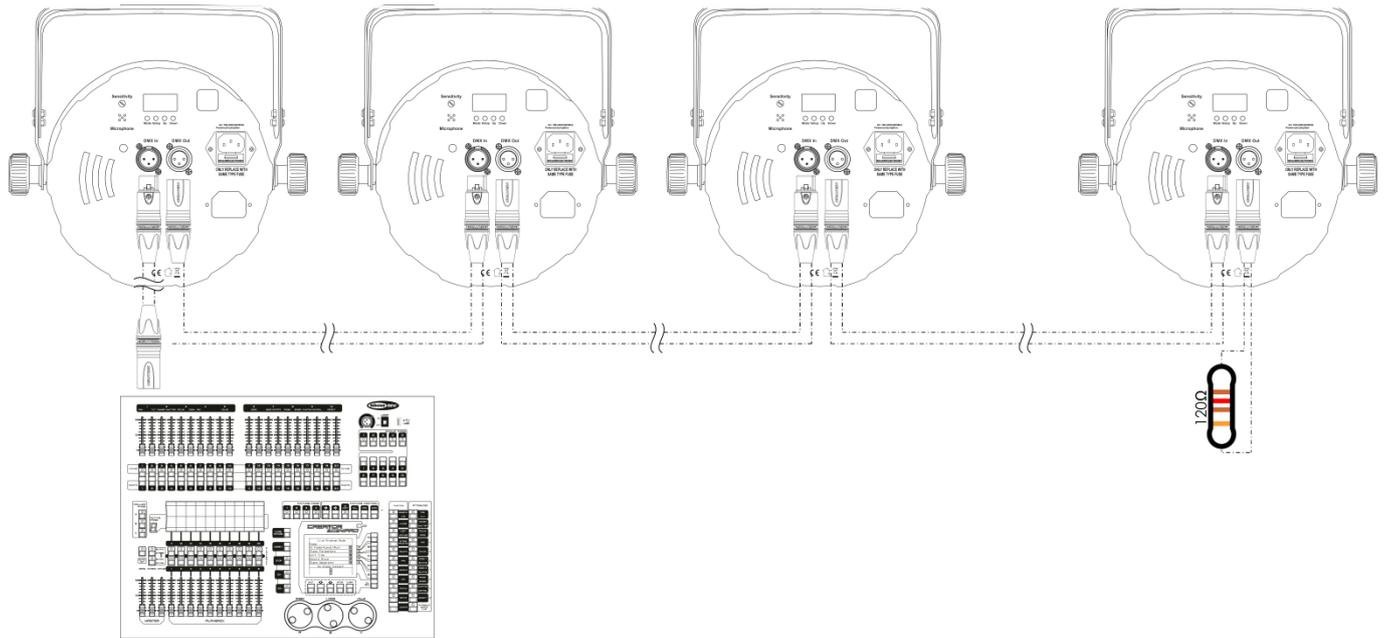

Abb. 03
- 04) Verbinden Sie die Geräte wie in Abb. 03 abgebildet. Schließen Sie den DMX-Ausgang des ersten Geräts mit einem DMX-Kabel an den Eingang des zweiten Geräts an. Wiederholen Sie diesen Vorgang, um das zweite, dritte und vierte Gerät ebenfalls zu verbinden.